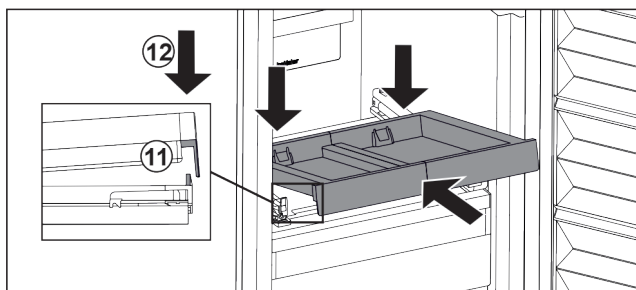

Fig. 33
- ▶ L'insérer en l'inclinant. Veiller à ce que, des deux côtés, la butée soit derrière la languette. *Fig. 33 (11)*
- ▶ Déposer le compartiment coulissant par l'avant. *Fig. 33 (12)*